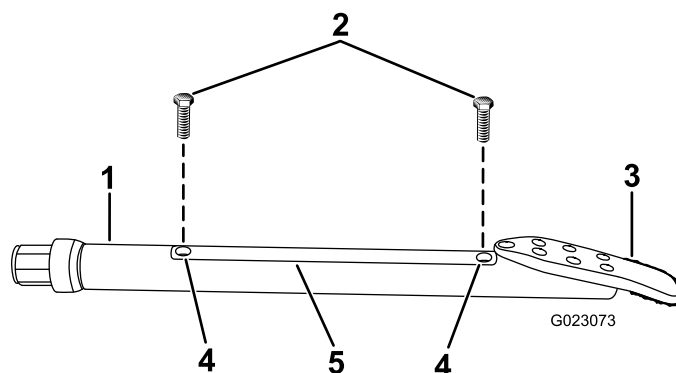

**Figure 75**
2. Desserrez les vis qui fixent le couvercle du porte-sonde au porte-sonde et déposez le couvercle (Figure 75).
4. Reposez le couvercle du porte-sonde et fixez-le au moyen des vis (Figure 75).